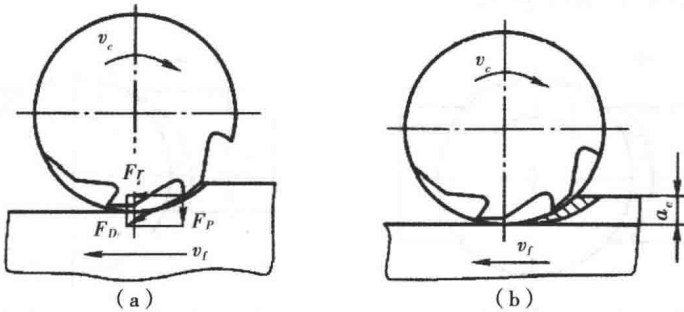
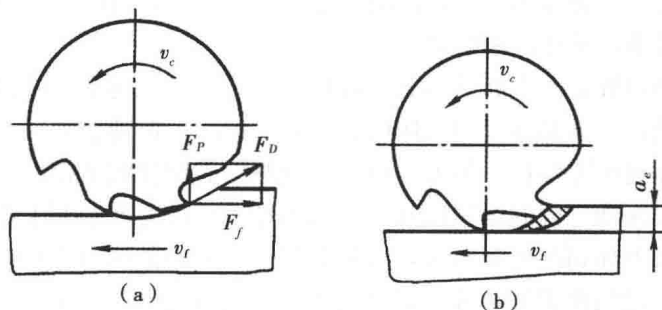

图 1-1 顺铣示意
图 1-2 逆铣示意
(1) 顺铣：
①工件的进给方向与铣刀的旋转方向相同 [如图 1-1 (a) 所示]。
②铣削力的垂直分力向下，将工件压向工作台，铣削较平稳。
③刀齿以最大铣削厚度切入工件而逐渐减小至零 [如图 1-1 (b) 所示], 后刀面与工件无挤压、摩擦现象, 加工表面精度较高。
④因刀齿突然切入工件会加速刀齿的磨损, 降低铣刀的寿命, 故不适用于铣削带硬皮的工件。
⑤铣削力的水平分力与工件进给方向相同, 因此, 当机床工作台的进给丝杆与螺母有间隙, 而又没有消除间隙的装置时, 不宜采用顺铣。
(2) 逆铣:
①工件的进给方向与铣刀的旋转方向相反 [如图 1-2 (a)] 所示。
②铣削力的垂直分力向上, 工件需要较大的夹紧力。
③铣削厚度由零开始逐渐增至最大 [如图 1-2 (b) 所示], 当刀齿刚接触工件时, 其铣削厚度为零, 然后刀面与工件产生挤压和摩擦, 会加速刀齿的磨损, 降低铣刀的寿命和工件已加工表面的质量, 造成加工硬化层。